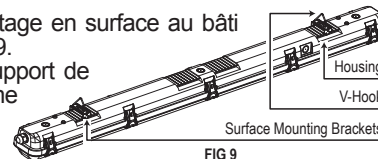

FIG 9
- Vissez les supports de montage en surface au bâti comme illustré sur la Figure 9.
- Fixez le crochet en V au support de montage en surface comme illustré sur la Figure 9.
- Pour suspendre le bâti, fixez chaque crochet en V à deux longueurs égales de chaîne (non fournie) et/ou de matériel approprié (fourni par d'autres) adapté à la surface de montage. Les chaînes doivent pouvoir supporter quatre (4) fois le poids du luminaire.